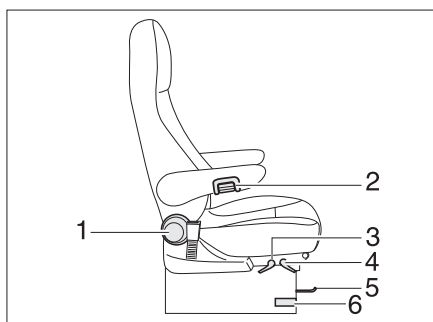

Bild 91 Förar- och passagerarstol
- Tryck och drag spaken (Bild 91,6) för att svänga stolen. Stolen lossas från låst läge.